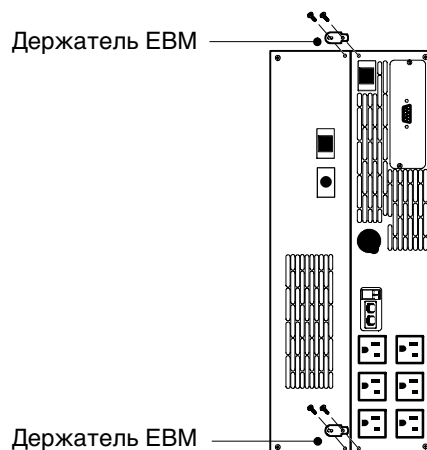

Рисунок 7. Установка держателей ЕВМ
2. Снимите угловые винты с задней панели (см. Рисунок 7), чтобы установить держатели ЕВМ. Выбросьте винты.